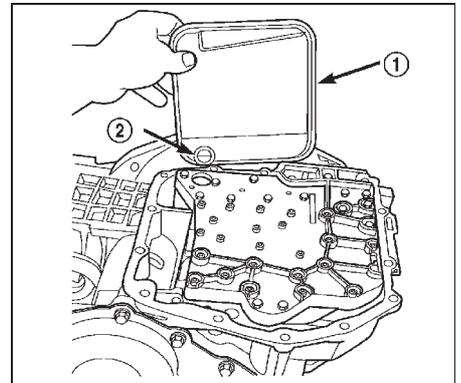

Рис. 16. Фильтр и уплотнительное кольцо. 1 - фильтр, 2 - уплотнительное кольцо.
(1) Поднимите автомобиль. Подведите под поддон АКПП широкую емкость для сбора жидкости.
(2) Ослабьте болты крепления поддона и сбейте поддон в одном углу для разрушения прокладки, наклоните поддон и слейте жидкость. Снимите поддон.
(3) Установите новый фильтр и уплотнительное кольцо в нижней части блока клапанов (рис. 16).